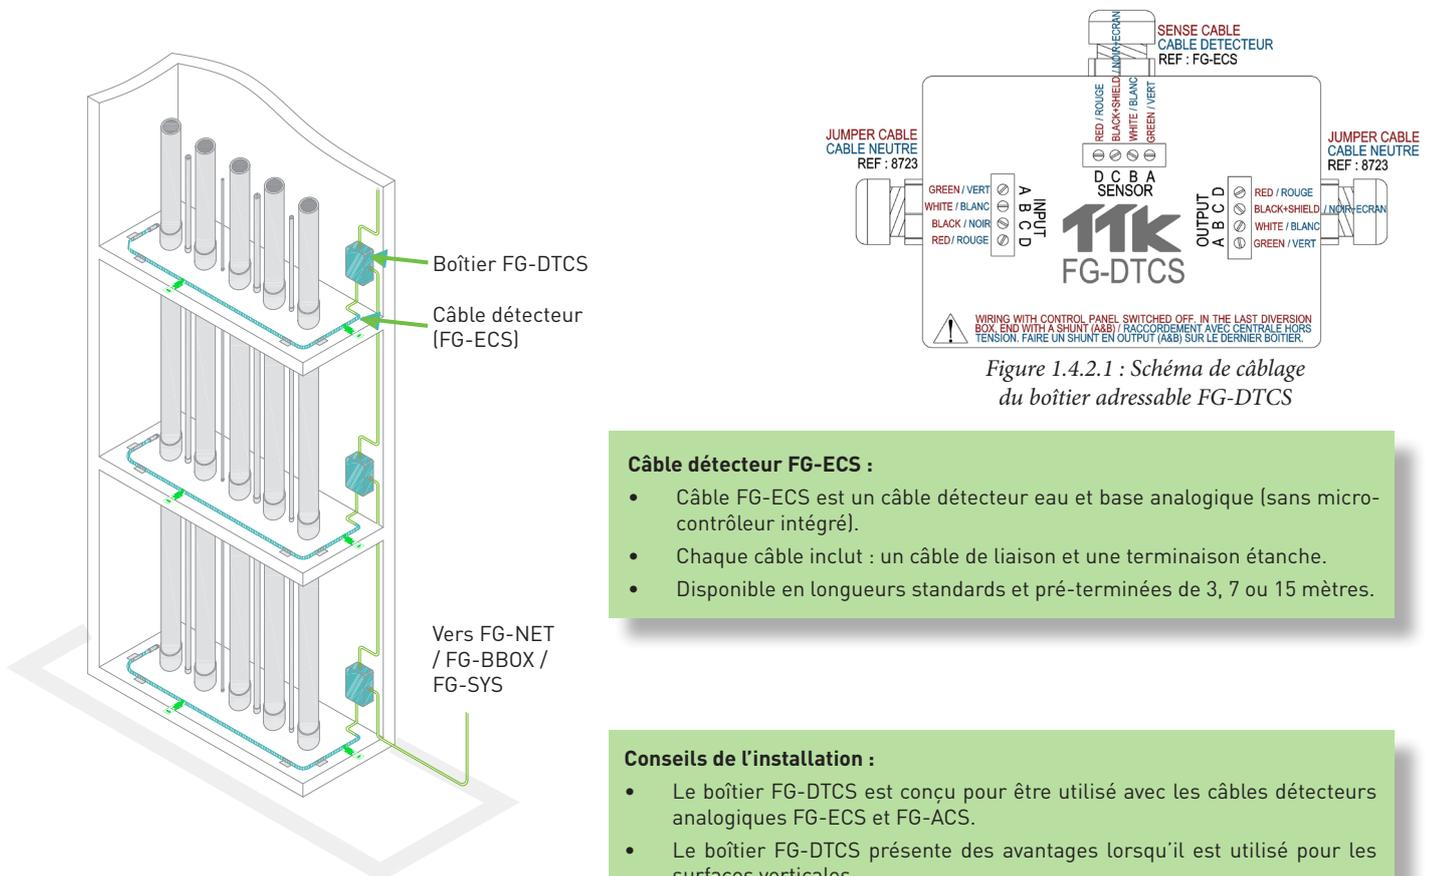

Figure 1.4.2.1: Schéma de câblage du boîtier adressable FG-DTCS
- Le boîtier adressable FG-DTCS permet de connecter la centrale numérique FG-SYS ou FG-NET avec les câbles détecteurs analogiques et rend ces câbles adressables. Le FG-DTCS a un avantage unique pour couvrir les espaces verticaux (comme indiqué dans figure 1.4.2).